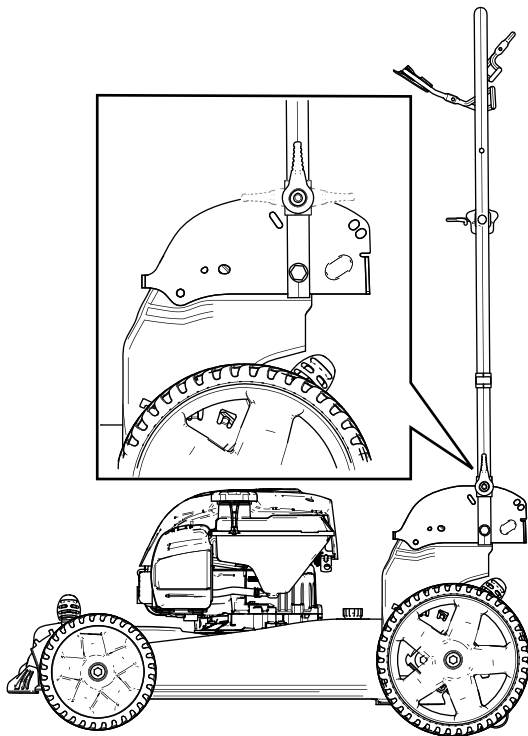

Figure 17
3. Pliez le guidon vers l'avant à la position verticale ou complètement en avant, comme montré à la Figure 17.